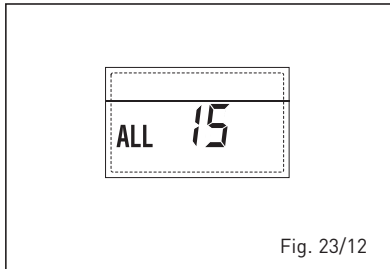

Fig. 23/12
- ANOMALIA SONDA ESTERNA "LAMPEGGIANTE" (fig. 23/13)